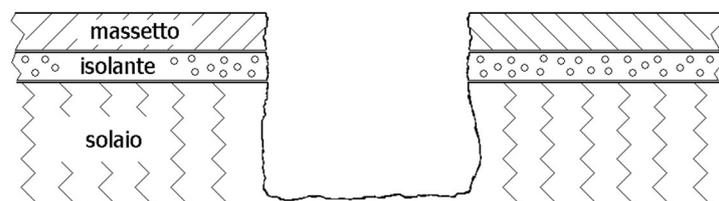

Fig. 2: sede di posa del POZZETTO SCARICO LATERALE
- creare uno spazio sufficiente per la posa del pozzetto (vedi Fig. 2) facendo attenzione che tra il fondo del pozzetto e il fondo dello scavo realizzato ci siano almeno 6 cm di aria;